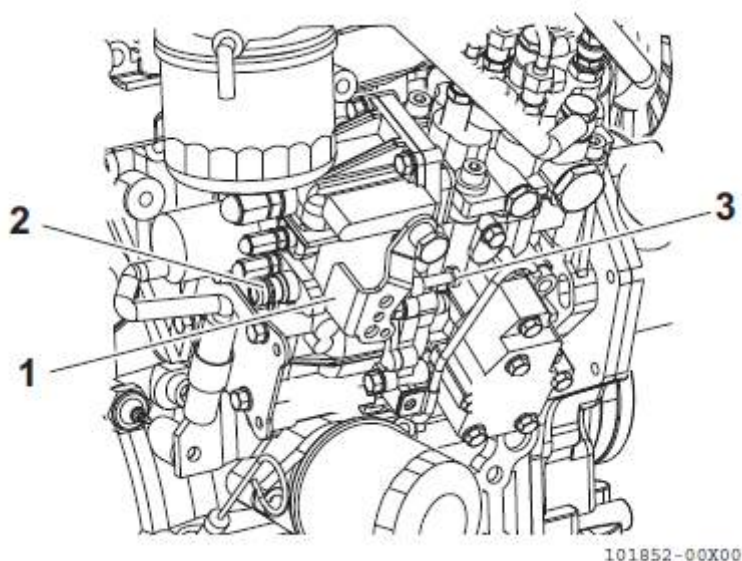

Рисунок 41
1. Проверьте, имеет ли рычаг регулятора (Рисунок 41 (1)) жесткий контакт с винтом ограничения высоких оборотов холостого хода (Рисунок 41 (2)) и с винтом ограничения малых оборотов холостого хода (Рисунок 41 (3)), когда блок контроля числа оборотов двигателя находится в положении максимальной скорости или в положении малых оборотов холостого хода.